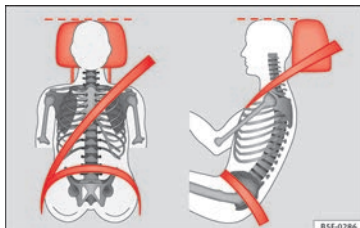

Fig. 86 Poggiatesta posizionato correttamente, vista frontale e laterale.
- Regolare il poggiatesta portandone il bordo superiore alla stessa altezza della parte superiore della testa, almeno all'altezza degli occhi **» fig. 86.**